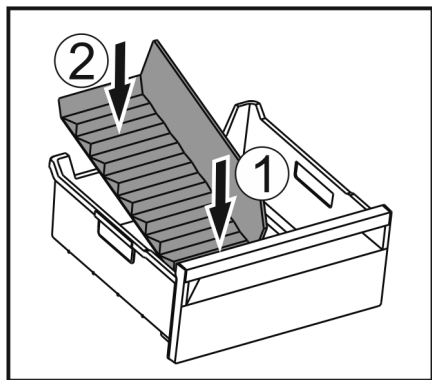

Fig. 185
- Inserire la parte anteriore del divisore dello scomparto del ghiaccio. Fig. 185 (1)
- Abbassare la parte posteriore del divisore dello scomparto del ghiaccio fino al fondo del cassetto. Fig. 185 (2)